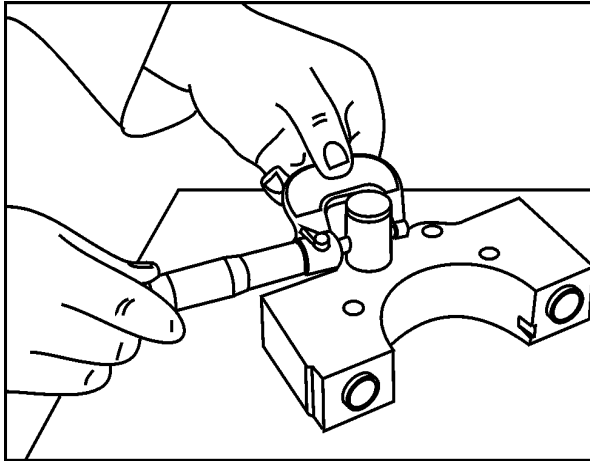

FIG 9
8. Remova o mancal nº 1 e meça o diâmetro do eixo da engrenagem intermediária com o micrômetro, veja Especificações Técnicas, **Fig.9.**